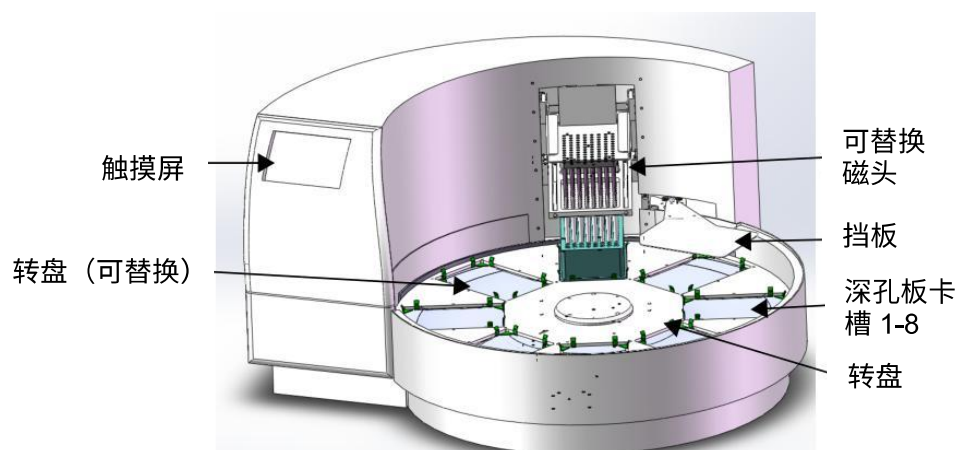
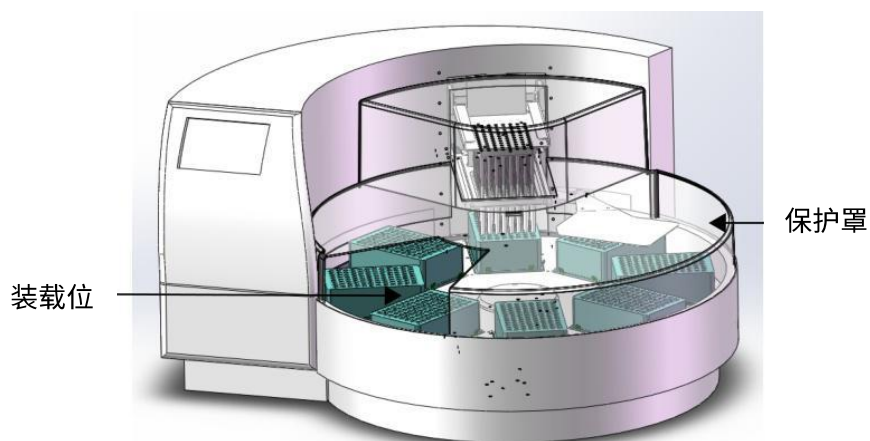

图 2-1. Purifier 24 前视图，无透明罩
图 2-2. Purifier 24 前视图，装载深孔板和保护罩
- 当仪器插入电源时，请不要打开除前门（图 2-2）以外的任何盖子。
**前视图** Purifier 24 的前视图，请见图 2-1 和图 2-2。
Purifier 24 (图 2-1) 有 8 个深孔板板位。磁棒套与深孔板相匹配。在各个步骤中，深孔板保持静止，唯一移动的组件是带有磁棒套和磁棒的磁头。磁头由两个垂直移动的平台组成。一个用于磁棒 (24 根)，另一个用于磁棒套。